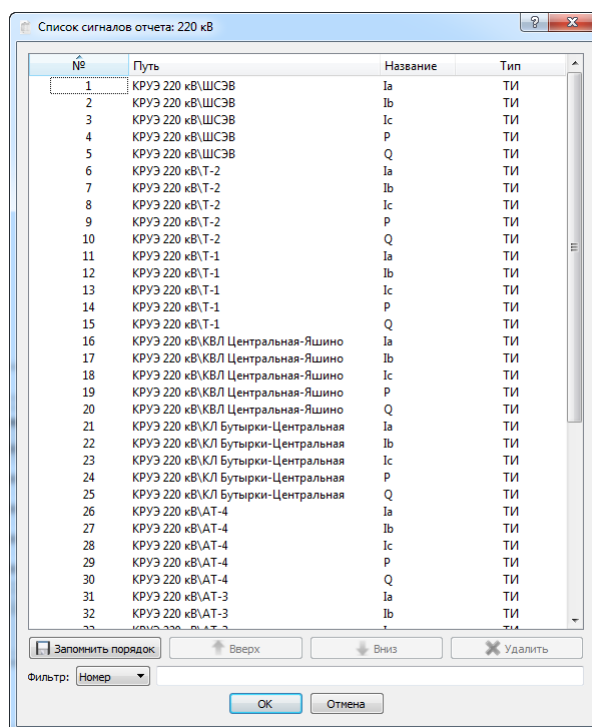

Рис. 2.16.2 Список сигналов отчета
- **«Сигналы»** - в этом столбце отображается количество сигналов в отчете. Для изменения количества сигналов в отчете или их порядка необходимо двойным нажатием на ячейке таблицы вызвать диалоговое окно редактирования списка сигналов отчета (Рис. 2.16.2).